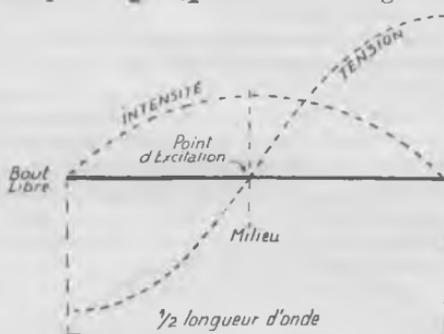

Fig. 5. — Antenne horizontale oscillant en demi-onde.
Pour bien comprendre ceci, considérons la figure 5, qui représente
une antenne horizontale vibrant « en demi-onde ». La théorie et l'expérience enseignent que, tout comme dans un tuyau d'orgue, des ondes stationnaires (1) de courant et de tension se produisent dans une antenne accordée, c'est-à-dire que la tension, qui est nulle au milieu, croît progressivement jusqu'aux extrémités, tandis que l'intensité fait l'inverse, comme le schématisent les pointillés de la figure 5. Pour exciter une telle antenne, nous produirons donc une intensité oscillante en son milieu, au « ventre d'intensité » : c'est à ce ventre que nous placerons la bobine de couplage avec l'oscillateur chargé de produire le courant à haute fréquence. On voit que l'intensité est décalée d'un quart de période par rapport au voltage.